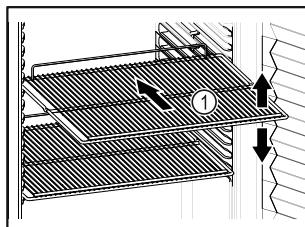

Fig. 30 Primjer izgleda
- Ako su rešetke za polaganje Fig. 30 (1) pomične, prilagodite ih po visini.